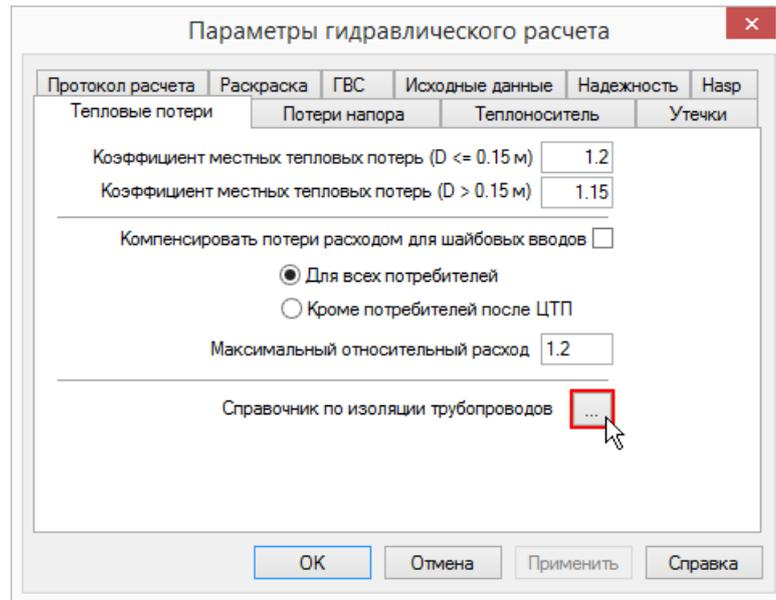

Рисунок 20.35. Диалог настройки расчетов. Вкладка «Тепловые потери»
3. Далее нажмите кнопку Настройки (Рисунок 9.1, «Панель теплогидравлических расчетов»), откроется диалог настройки расчетов для выбранного слоя (см. Рисунок 20.35, «Диалог настройки расчетов. Вкладка «Тепловые потери»).